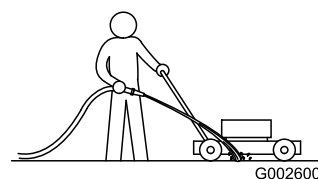

Figura 34
1. Con el motor en marcha sobre una superficie plana pavimentada, dirija un chorro de agua hacia delante de la rueda trasera **derecha** (Figura 34).